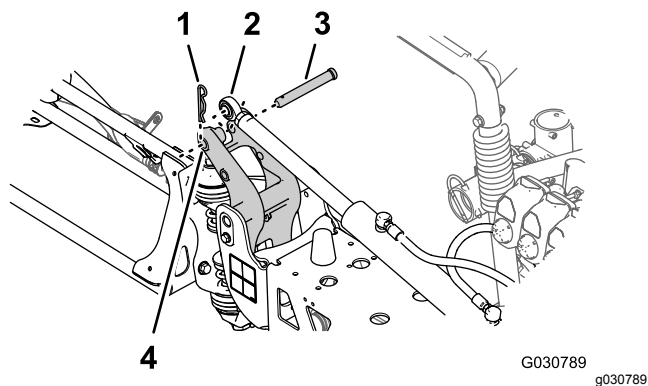

Figura 122
6. Alinee la rótula del cilindro de elevación con el orificio de 25 mm del brazo del acoplamiento de giro (Figura 122).
7. Sujete el cilindro de elevación al acoplamiento de giro con el pasador y la chaveta (Figura 122) que retiró en el paso 2 de Retirada de los cilindros de elevación (página 21).